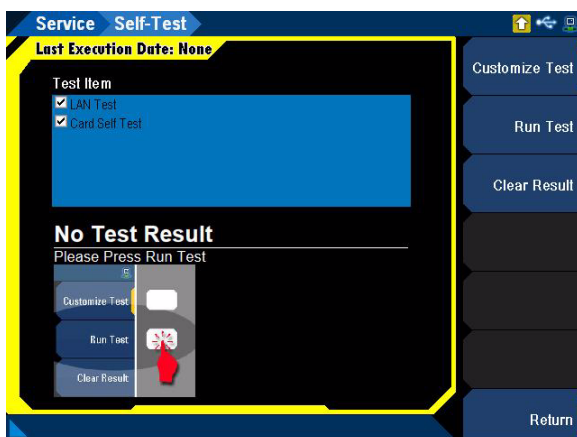

図 1-8 System > Service > Self-Test メニュー・ページ
- 3 [Service] メニュー・ページで [Self-Test] ソフトキーを押します。図 1-8 に示すように、[Self-Test] メニュー・ページが表示されます。